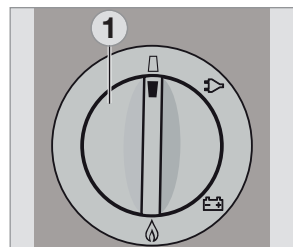

Fig. 31
- Pour les modèles avec allumeur sur pile, positionnez le sélecteur de source d'énergie (1) sur la position " ETEINT ". L'appareil est déconnecté (Fig. 31).